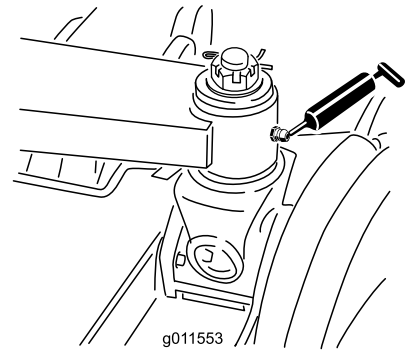
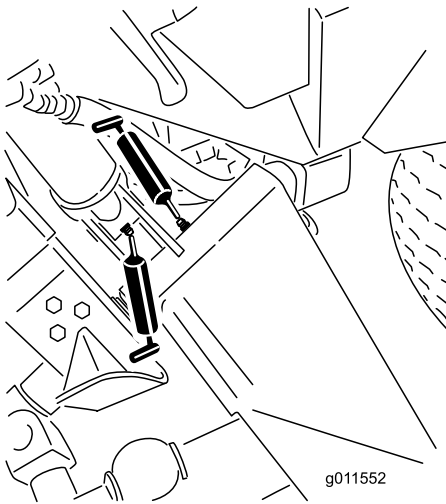

Figura 46
Figura 45
- Casquillos de los brazos de elevación principales (6) (Figura 45 y Figura 46).